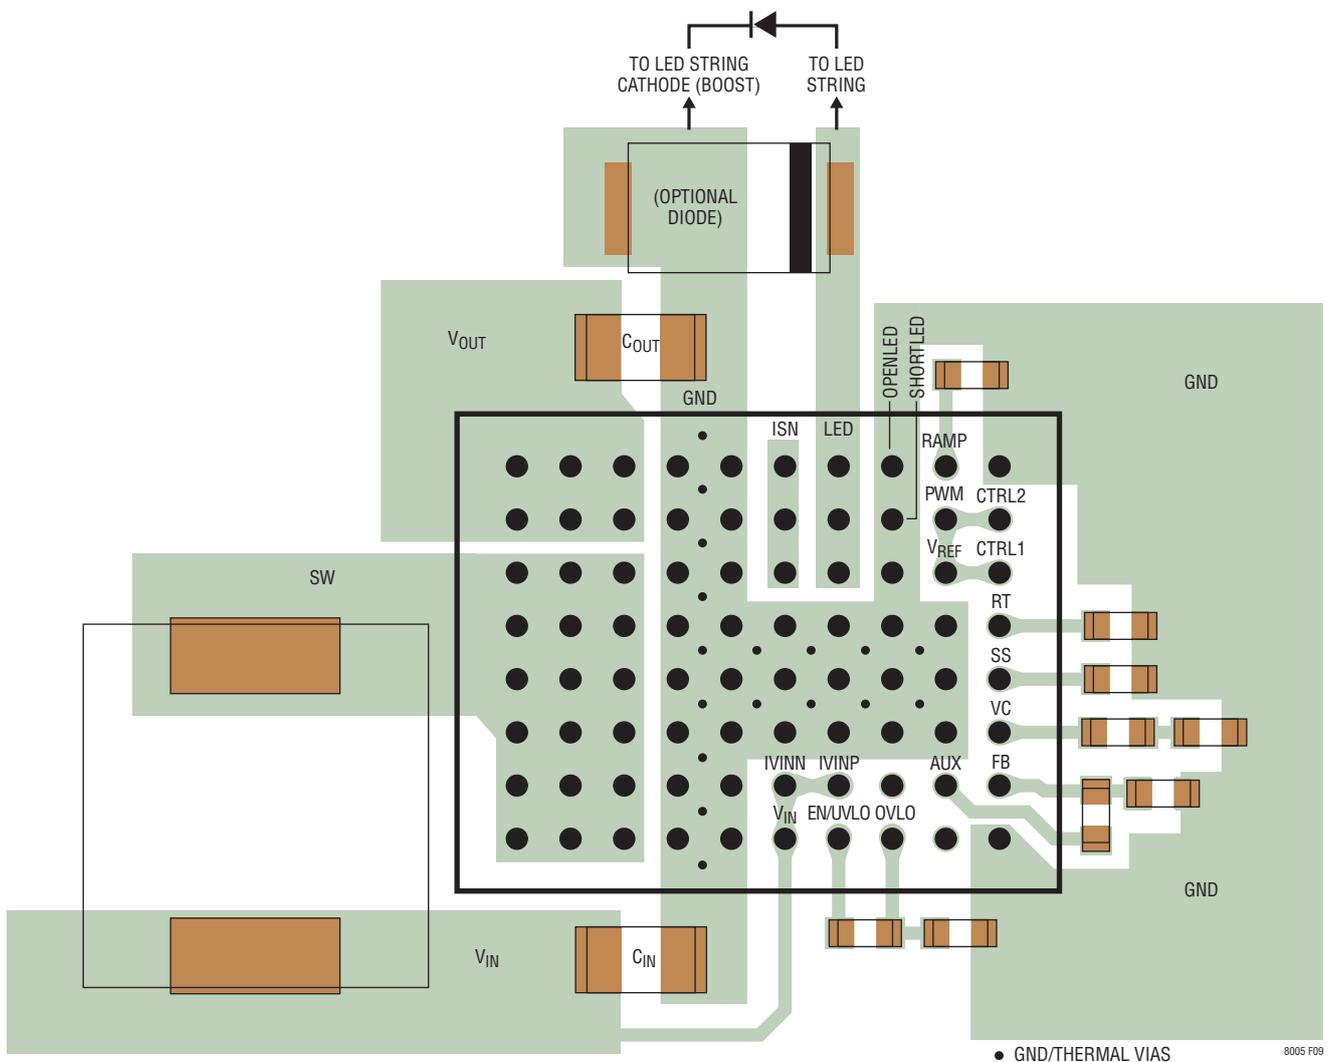
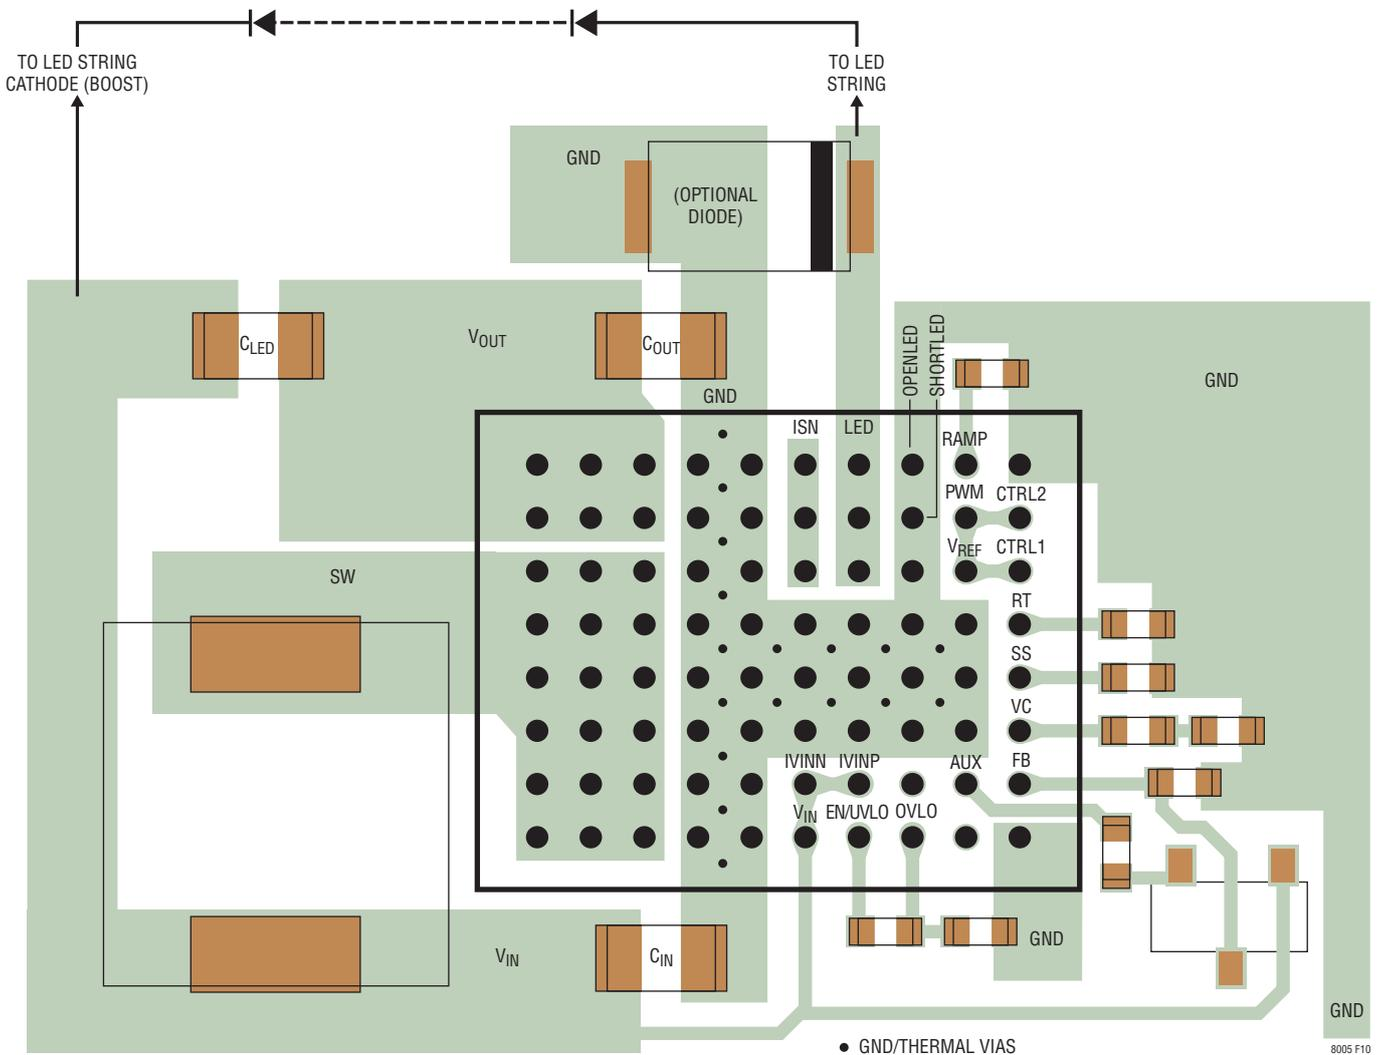

図9. 昇圧アプリケーション向けの推奨の外付け部品、GNDプレーン、およびサーマル・ビアを示すレイアウト
図10. 昇降圧モード・アプリケーション向けの推奨の外付け部品、GNDプレーン、およびサーマル・ビアを示すレイアウト
プリント回路基板のレイアウトに関連した困難な問題のほとんどは、LTM8005による高度の集積化によって軽減されるか、解消されました。とはいえ、LTM8005はスイッチング電源なので、EMIを最小限に抑えて正しい動作を保証するには注意を払う必要があります。高度に集積化されていても、レイアウトが無計画だったり不適切だったりすると、規定された動作を実現できないことがあります。昇圧トポロジー・アプリケーションの推奨レイアウトについては図9を参照し、昇降圧モード・トポロジー・アプリケーションの推奨レイアウトについては図10を参照してください。接地と放熱に問題がないことを確認します。
6. ビアを使って、GND銅領域をボードの内部グラウンド・プレーンに接続します。これらのGNDビアを多数分散配置して、プリント回路基板の内部プレーンへの十分なグラウンド接続と熱経路の両方を確保します。図9および図10のサーマル・ビアの位置と密度に注意してください。これら